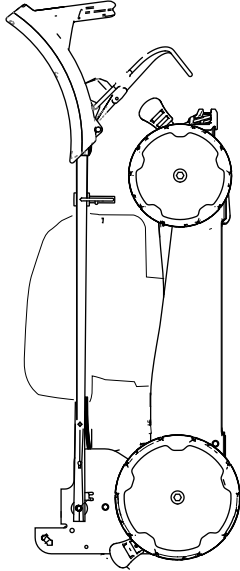

Bild 21
- 6. Heben Sie die Vorderseite der Maschine am Holm an und stellen sie in den Lagerplatz (Bild 21).